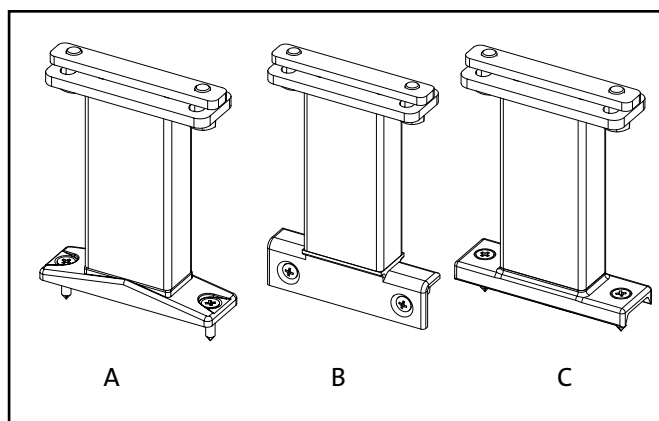

Abb. 11 : Abstandhalter
- * Der Abstand zwischen der Führungsschiene und den Glasprofilen kann mit Hilfe von Abstandhalter vergrößert werden. (siehe hierzu Abb. 11)